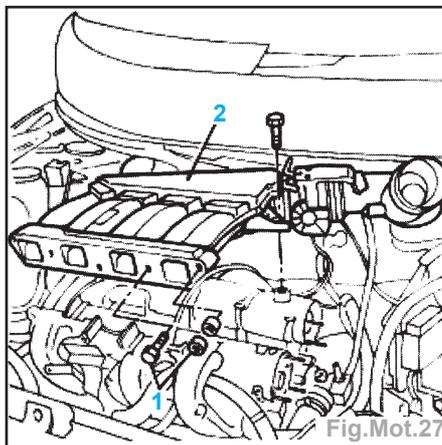

Fig.Mot.27
- le boîtier d'air (2) (Fig.Mot.27),